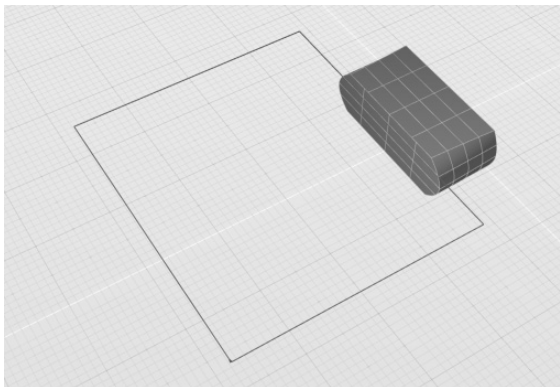

图 4-124 获得默认的修剪结果
- 2) 激活“修剪”工具，当控制台提示“拾取修剪曲线和要修剪的曲面”时，依次选择矩形曲线和实体，按〈Enter〉键或空格键确认，获得结果如图 4-124 所示。